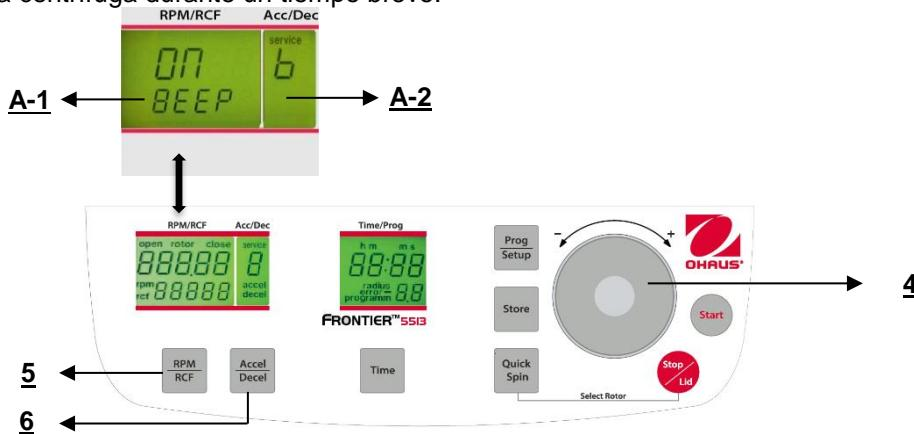

Figura. 33
Proceda como se describe en el punto 4.1.2 para ingresar en este modo de programa y luego presione el botón "Accel/Decel" (6). En la pantalla "Acc/Dec" (A-2) destella la palabra "Service". Ahora seleccione la letra "B" con el dial de ajuste (4). Como resultado, en la pantalla "RPM/RCF" (A-1) aparece la palabra "ON/BEEP". Después de presionar el botón "RPM/RCF" (5), puede encender el sonido del teclado (On) o apagarlo (Off) con el dial de ajuste (4). (Vea la Figura 33).